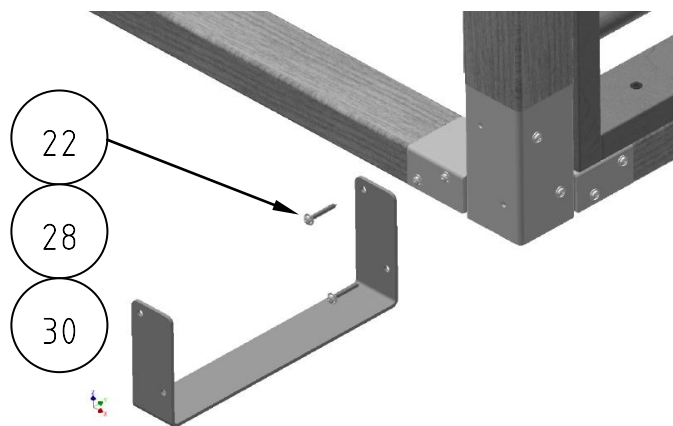

Abbildung 13: Montage Wandwinkel
Für die Wandmontage sind die mitgelieferten Wandwinkel (30) zu verwenden. Befestigen Sie zunächst den Wandwinkel (30) an dem Motorikzentrum mit Hilfe der Schrauben und Scheiben (22 & 28)(siehe Abb. 13). Im Anschluss kann das Motorikzentrum an die dafür vorgesehene Position gebracht werden um die Befestigungspunkte an der Wand zu bestimmen. Die Wandmontage erfolgt dann mit
Um die Kletterelemente zu montieren, müssen diese zunächst vorgebohrt werden. Sollten Sie zwei nebeneinanderliegende Elemente verwenden wollen, müssen diese zunächst miteinander verbunden werden. Dafür nutzen Sie bitte die entsprechenden Schrauben, wie in Abbildung 13 dargestellt. Hierbei ist das Vorbohren besonders wichtig um die die Elemente fest miteinander zu verbinden. Aus diesem Grund werden die Elemente auch von beiden Seiten miteinander verschraubt. Dazu wird die Wange in der der Schraubenkopf sitzt mit einem 6er Bohrer durchbohrt. Die andere Wange, in die sich dann die Schrauben hinein ziehen sollen, wird dann mit einem 4er Bohrer 20 mm tief angebohrt.